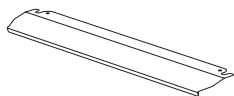

Рис. 29
1. Защитная панель предназначена для защиты панели управления и кнопок, когда духовка находится в режиме гриля. (рисунок 29)